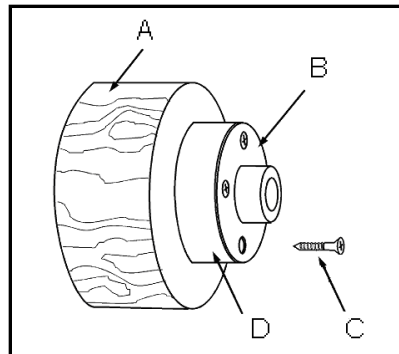

Fig 14
Befestigen Sie das Werkstück (A, Fig 14) mit 4 Holzschrauben (C) direkt an der Aufspannscheibe. Seien Sie vorsichtig bei der Schraubenwahl. Zu lange Schrauben ragen in den Zerspanungsbereich und zu kurze ergeben keine sichere Aufspannung.